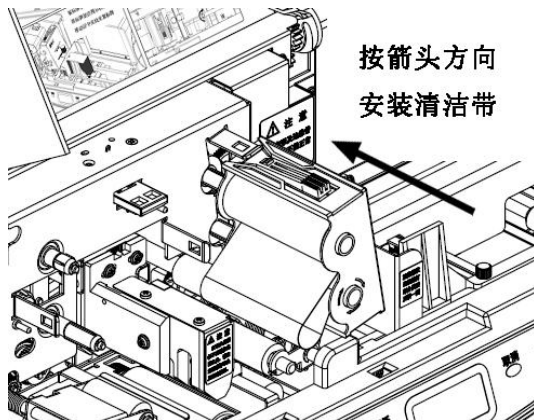

图 22
1. 当你使用新的清洁带时，首先取下固定清洁带的保护架，然后拉出清洁带导出带，带出清洁带后，将导出带扯下，如图 22 所示。
2. 将清洁带正面绕过辅助清洁辊，沿导柱将清洁带推到位，如图 22 所示。